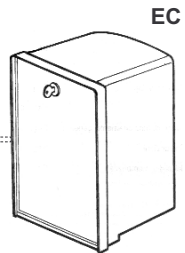

Fig. 4
1. Inserito l'attuatore eseguire i collegamenti seguendo le operazioni di Fig. 4 e il schema di pag 16 e 17.
- 1 - Once the actuator has been fitted, carry out connections following the operations in Fig. 4 and wiring diagram on pag. 16 and 17.
- 1- Montado el actuador efectuar el conexionado siguiendo las operaciones de Fig. 4 y el esquema de Pag. 16 y 17.
1. Inserido o actuador, efetuar as ligações seguindo as operações da Fig. 4 e o esquema de Pag. 16 e 17.